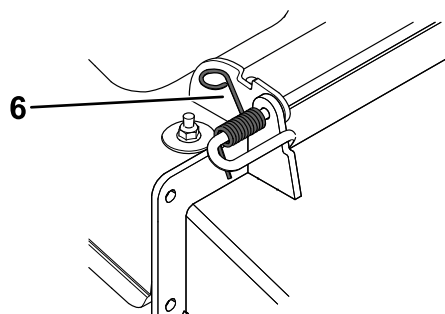

Figura 77
1. Îndepărtați cuiul spintecat din capătul tije (Figura 77).
2. Decuplați arcul din canelura suportului pentru deflector și glisați tija în afara suporturilor sudate pentru punte, în afara arcului și a deflectorului de evacuare (Figura 77).
9. Montai cuiul spintecat în capătul tijei (Figura 77).